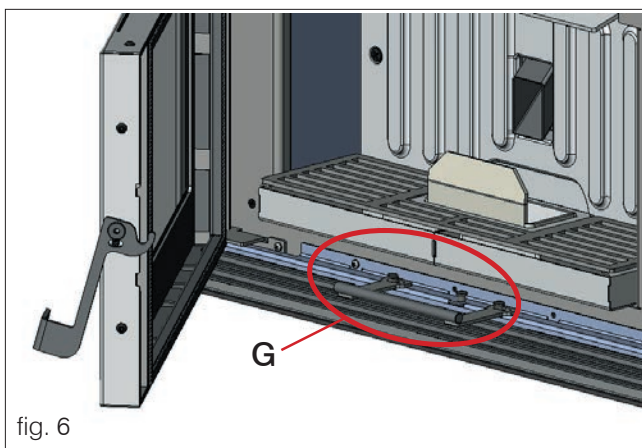
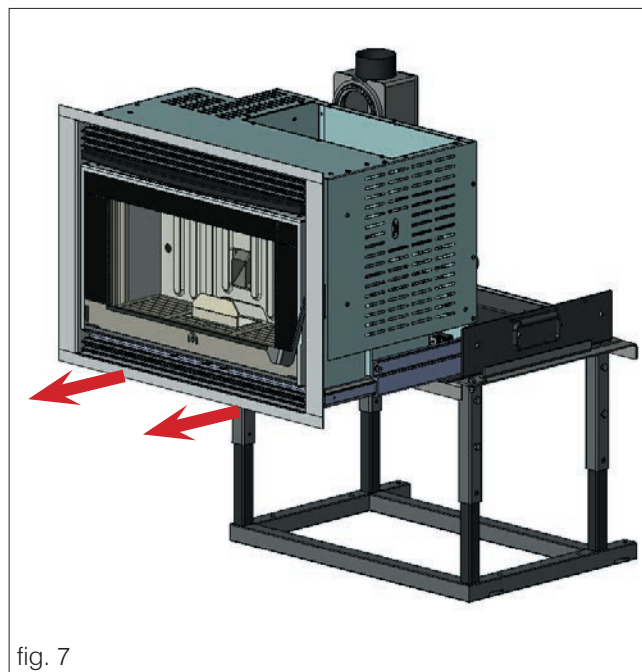

fig. 6
fig. 7
Accrocher la poignée en dotation au deux pivots fixés sur la grille inférieure (G - fig. 6) et tirer l'insert (fig. 7)
- Au moyen de la poignée (G - fig. 6), tirer l'insert vers soi jusqu'en fin de course (fig. 7).